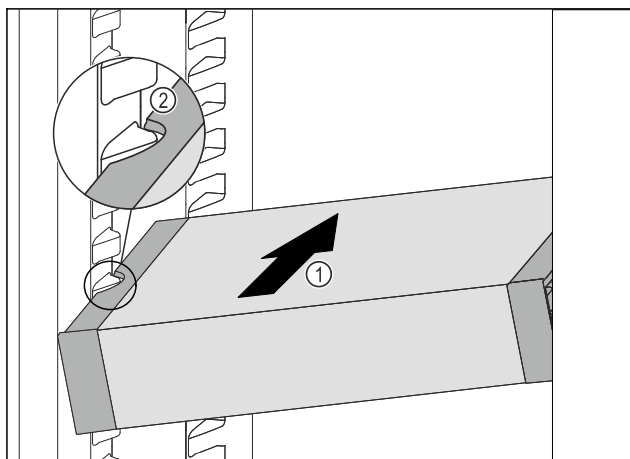

Fig. 127
- VarioSafe zasúvajte šikmo do chladničky Fig. 127 (1), kým sa bočné vybrania Fig. 127 (2) VarioSafe nebudú nachádzať vo výške rebra nádoby v chladničke.